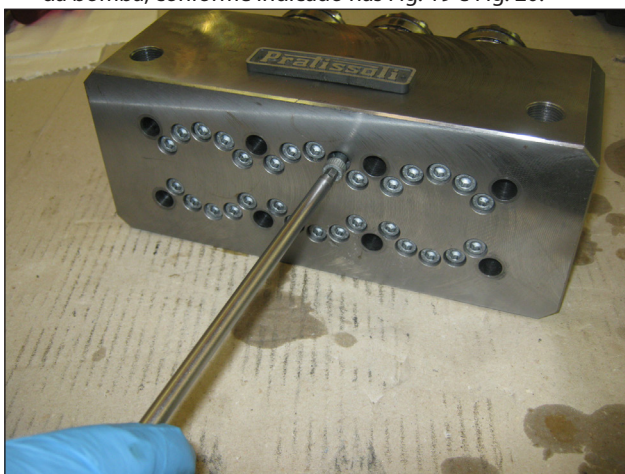
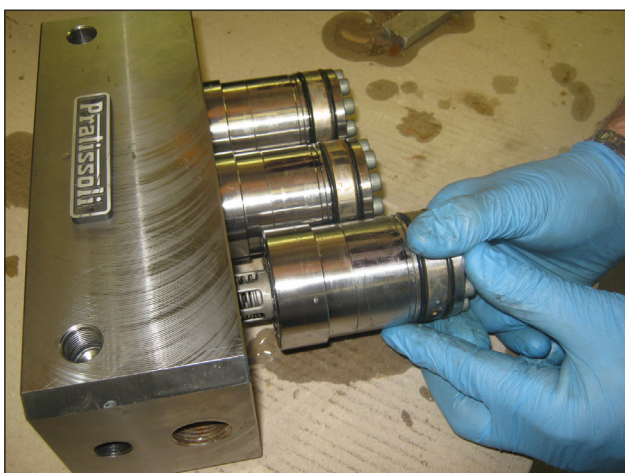

Fig. 21
Fig. 22
- Remova os parafusos M6x75 de fixação das camisas no cabeçote, conforme indicado na Fig. 21 e proceda conforme indicado na Fig. 22.